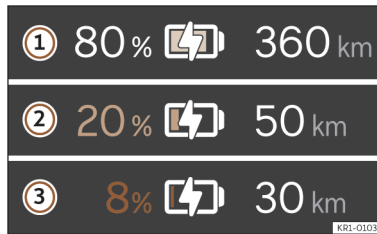

Fig. 2 No painel de instrumentos digital: autonomia e indicação da reserva.
O estado da carga atual da bateria de alta tensão indica-se com o símbolo no painel de instrumentos digital >>> **Fig. 2 ①**. O símbolo da bateria estará mais ou menos cheio em função do estado da carga da mesma.
A autonomia do veículo é mostrada em quilómetros (km) ou milhas (mi) em função do ajuste selecionado >>> **Fig. 2 ②**.
Zona da reserva >>> **Fig. 2**